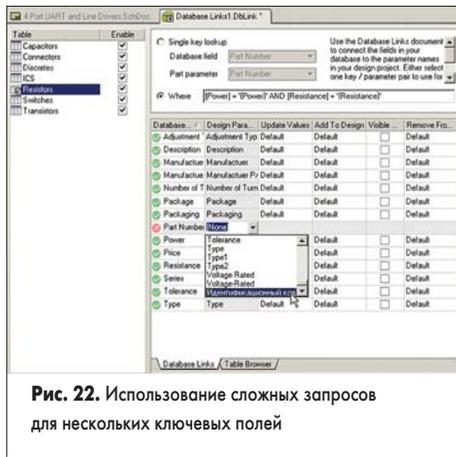

Рис. 22. Использование сложных запросов для нескольких ключевых полей
- Выберем из этого списка имя атрибута «Идентификационный код», который будет связан с данным полем (рис. 22). Красный крестик сменится зеленой галочкой.